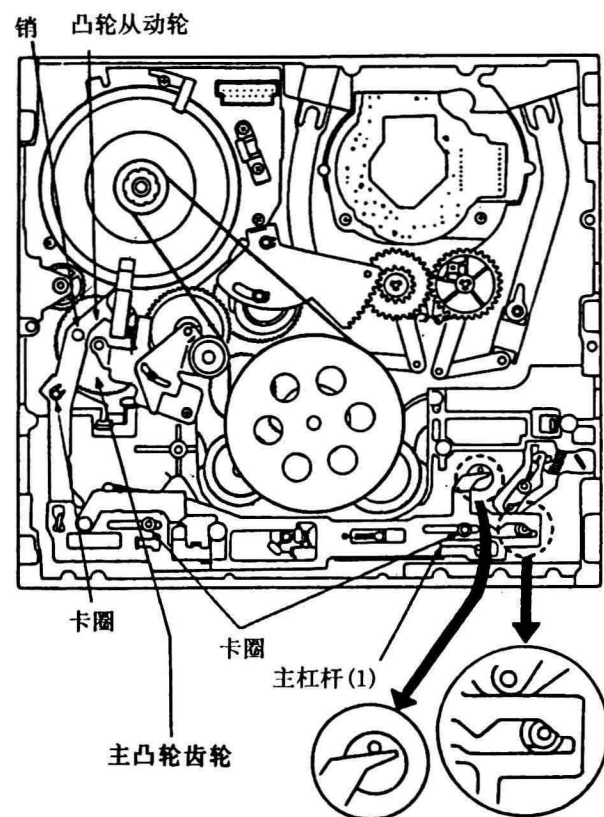

图71
②安装主杠杆(1)组件时,亦须插入一弹性卡圈,如图71所示。